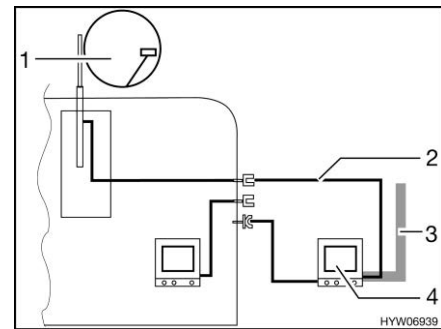

Bild 210 TV i förtältet
- TV i förtältet (Bild 210,4): Anslutning till takantenn (Bild 210,1) med anslutningskabel (Bild 210,2)
- TV i förtältet (Bild 210,4): Anslutning till extern antenn (Bild 210,3)